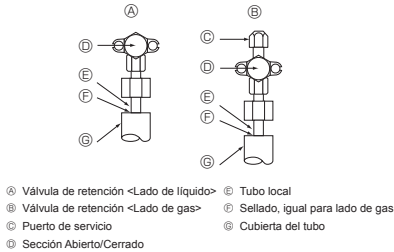

Fig. 5-4
- ② Sección de sellado (Selle el extremo del material termoaislante en la sección de conexión del tubo con cualquier material sellante disponible, de modo que el agua no se filtre a través del material termoaislante.)
5.4. Prueba de fuga de gas del tubo de refrigerante (Fig. 5-4)